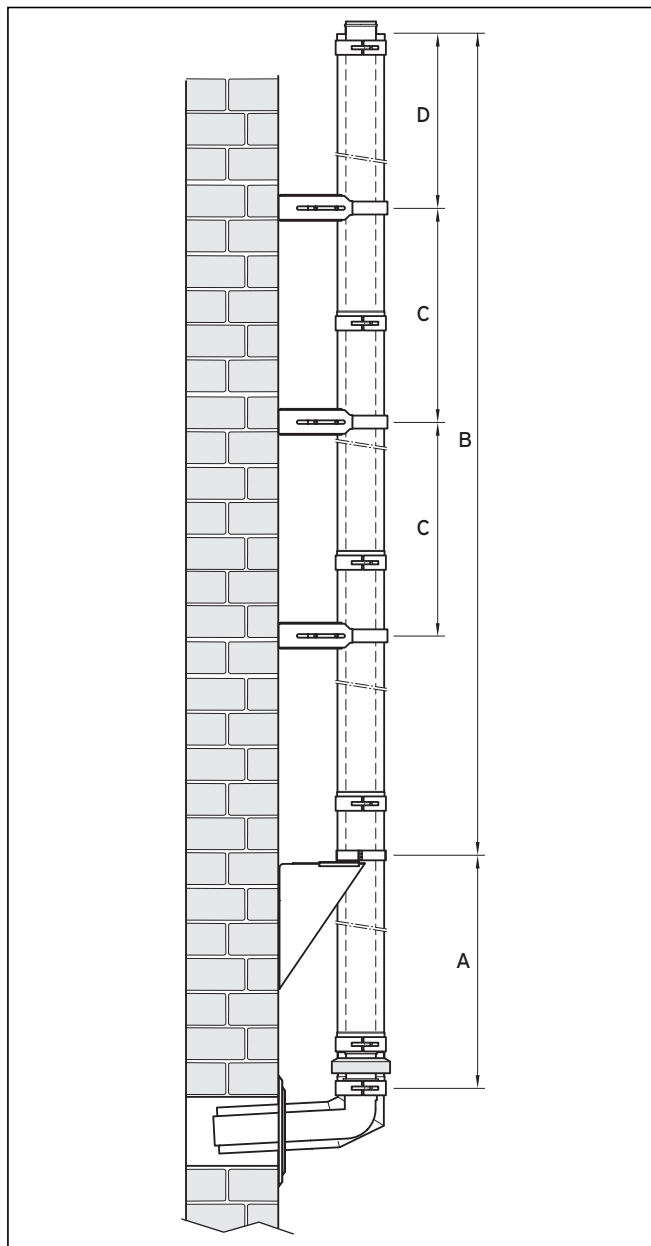
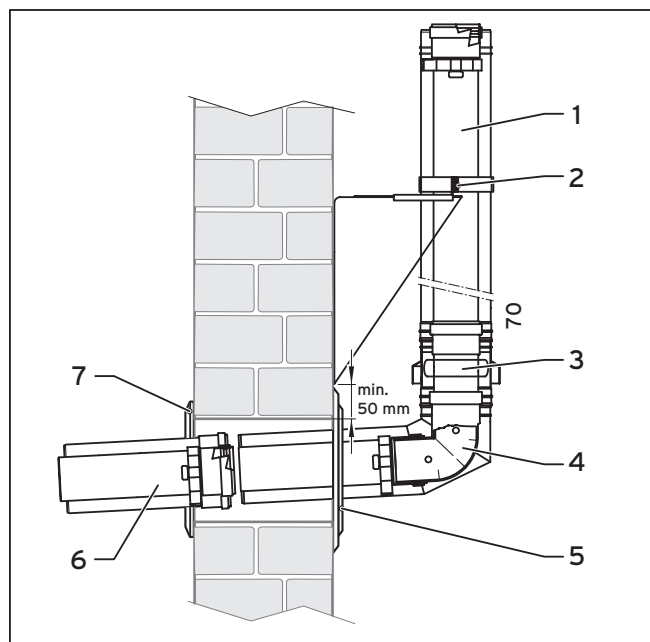
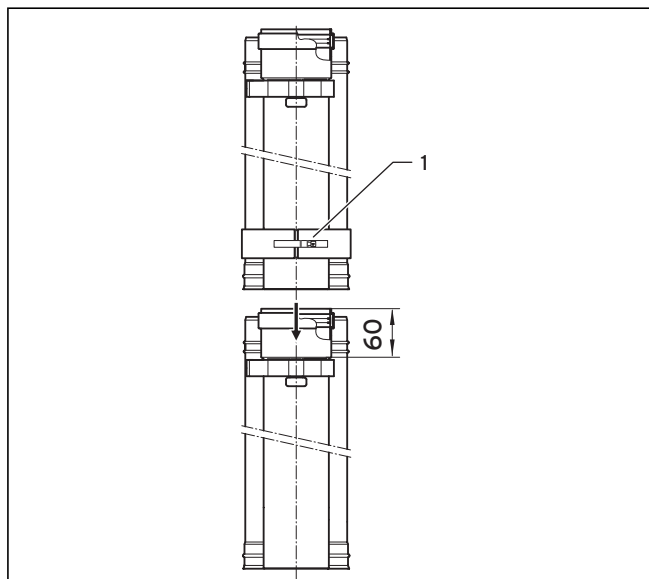
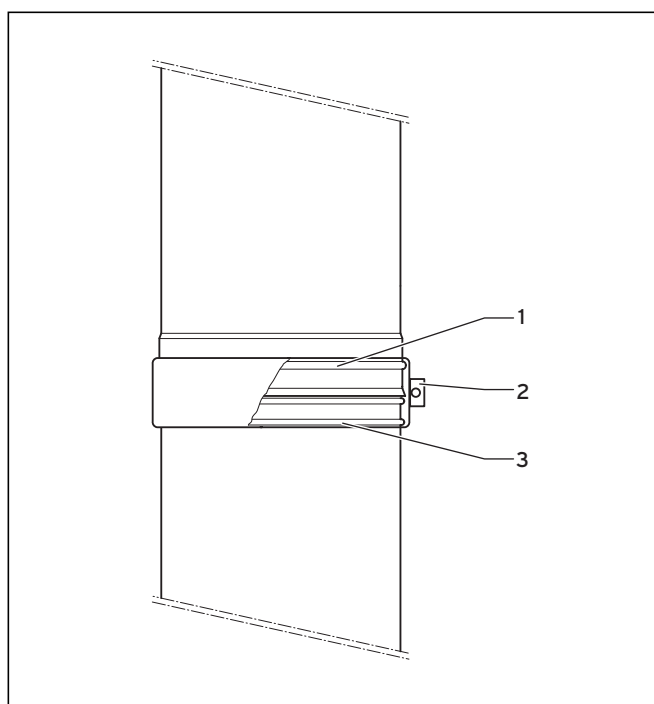

Рис. 6.18 Статические параметры
Рис. 6.21 Монтаж подключения для прокладки по наружной стене
Рис. 6.22 Стыковка компонентов системы отвода продуктов сгорания на наружной стене
Рис. 6.23 Крепление элементов наружной стены с помощью хомута воздуховода
➤ Соблюдайте расстояния, указанные на рис. 6.18.
- Повесьте по одному хомуту воздуховода (1, рис. 6.22) на каждый удлинитель для монтажа на наружной стене (1, рис. 6.18) и на воздухозаборный элемент (3, рис. 6.21).
- Соедините до упора воздуховсасывающую трубу (3, рис. 6.21) и отвод прохода через стену (4, рис. 6.21), а также удлинитель для монтажа на наружной стене (1, рис. 6.21) и воздухозаборный элемент (3, рис. 6.21).
- Установите хомут воздуховода (1, рис. 6.22) вокруг внешней гофровой обжимки (1, 3, рис. 6.23) и затяните зажимное устройство (2, рис. 6.23).
- Вставьте отвод прохода через стену (4, рис. 6.21) с воздухозаборным элементом и удлинитель в отверстие стены.
- Установите стяжной хомут стенового кронштейна (2, рис. 6.21) вокруг удлинителя для монтажа на наружной стене и затяните оба зажимных винта.
- При необходимости обрежьте белый удлинитель (6, рис. 6.21).
- Наденьте белый удлинитель (6, рис. 6.21) внутри на отвод прохода через стену (4, рис. 6.21).
- Прикрутите внутреннюю декоративную манжету (7, рис. 6.21) изнутри.
- Прикрутите внешнюю декоративную манжету (5, рис. 6.21) снаружи.